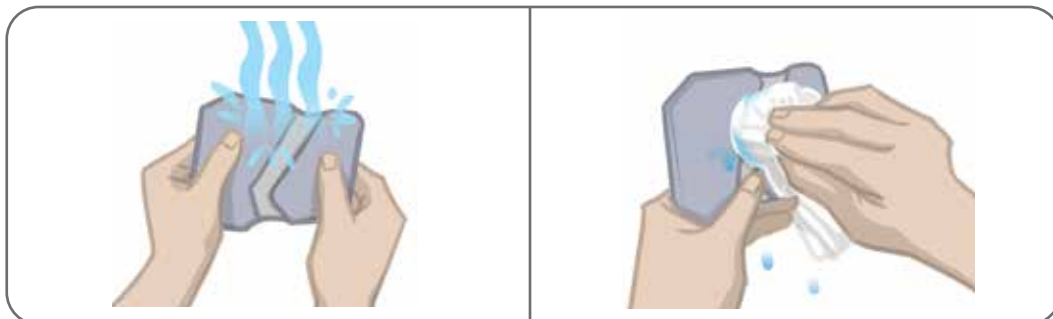

Bild 6-3: Våta elektroden och ta bort överflödigt vatten
3. Vät hela snabbanslutningselektroden med vatten. Se bild 6-3.
4. Avlägsna överflödigt vatten från snabbanslutningselektroden med en duk. Se bild 6-3.